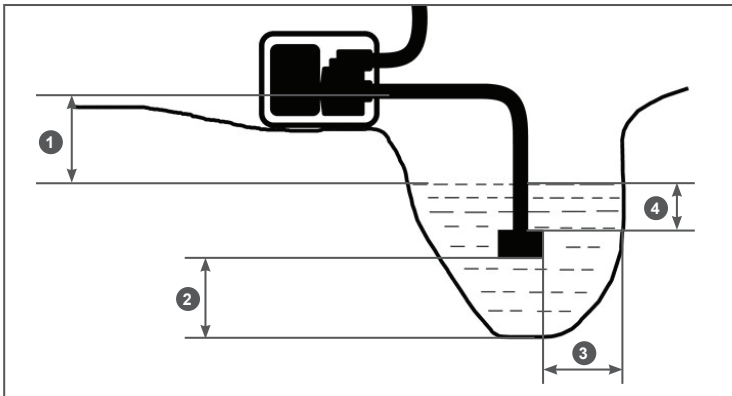

Рис. 9 Расположение мотопомпы и всасывающего фильтра
1. Установите мотопомпу вблизи водоема (емкости) на твердую ровную горизонтальную поверхность, опустите всасывающий рукав с установленным фильтром в водоем (емкость), обеспечив вертикальное положение фильтра. При расположении всасывающего рукава с установленным фильтром соблюдайте все требования, указанные на Рис. 9.
2. Необходимо установить мотопомпу как можно ближе к источнику жидкости. Чем меньше высота расположения мотопомпы по отношению к уровню забора жидкости (Рис. 9 п. 1), тем быстрее происходит всасывание жидкости и выше производительность насоса.
Не превышайте высоту расположения мотопомпы по отношению к уровню забора воды (Рис. 9 п. 1).
4. В процессе выкачивания жидкости из водоема (емкости) уровень жидкости в водоеме (емкости) будет естественным образом понижаться. Если требуемые расстояния (Рис. 9 п. 2, 3, 4) между всасывающим фильтром и стенками и дном водоема (емкости) не соблюдаются, выкачивание жидкости следует прекратить.